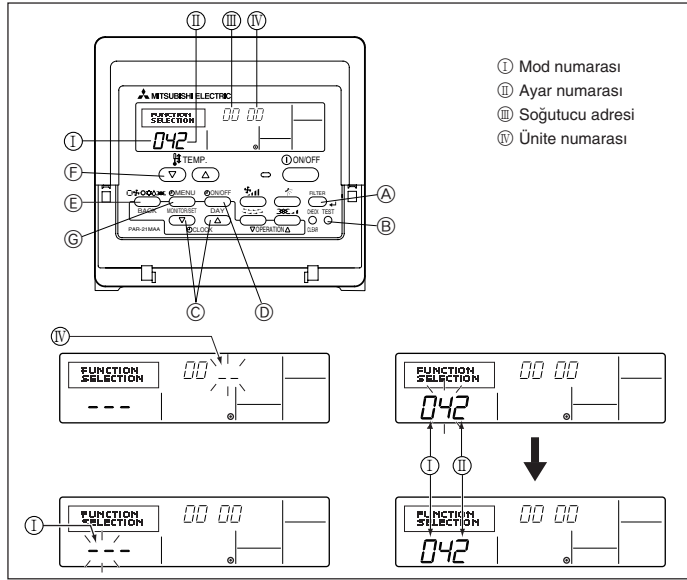

Fig. 6-2
6.2.1. Ünite fonksiyon ayarı (Fig. 6-2)